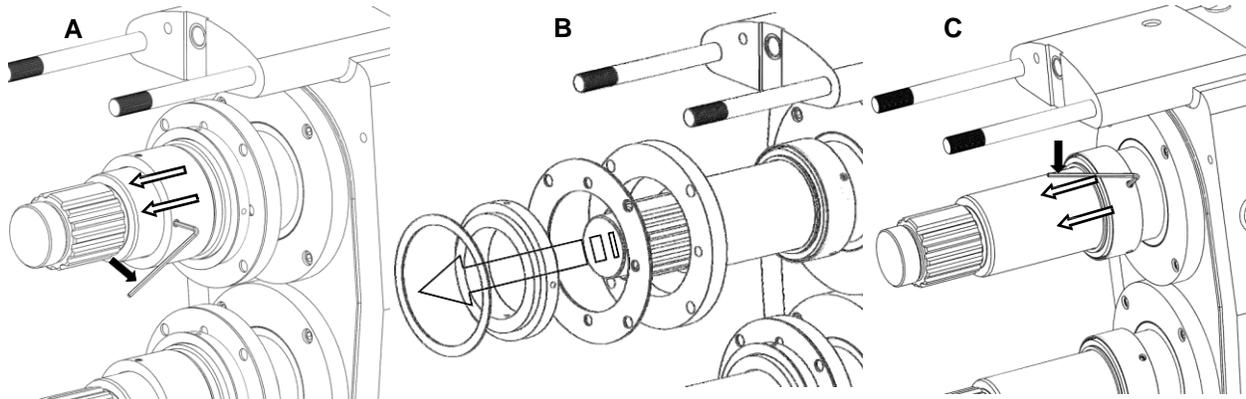

Figura 40: Desensamblaje de sello mecánico doble ZP1 320
*Desensamblaje, cont.:* Luego de retirar el cuerpo, afloje los tornillos de fijación en los ensambles de los sellos giratorios delanteros y deslícelos fuera de los ejes (Figura 40, A). Luego retire los prensaestopas, las juntas y los sellos estacionarios de los ejes (Figura 40, B). Afloje los tornillos de fijación de los ensambles de sellos giratorios traseros y deslícelos de los ejes (Figura 40, C). Inspeccione todos los sellos en busca de astillas, arañazos u otra evidencia de grietas en las caras del sello.